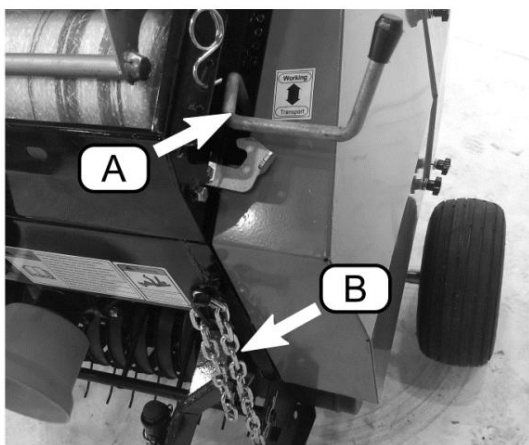

Figura 28 Partea din față stângă a preseii de balotat
- Pentru o funcționare optimă, dințile pickup-ului ar trebui să fie la aproximativ un (1) inch de la sol în condiții normale. În câmpurile accidentate sau stâncoase, un spațiu liber de până la doi (2) inci sau mai mult poate fi potrivit pentru a preveni deteriorarea componentelor pickup-ului. Pentru baloți tăieturi ușoare de fân sau paie, poate fi necesar să coborâți pickup-ul.
- Reglați înălțimea pickup-ului ridicând-o cu pârghia de ridicare (Figura 28, A) și folosind lanțul de limitare inferioară (B) pentru ține-l pe loc.